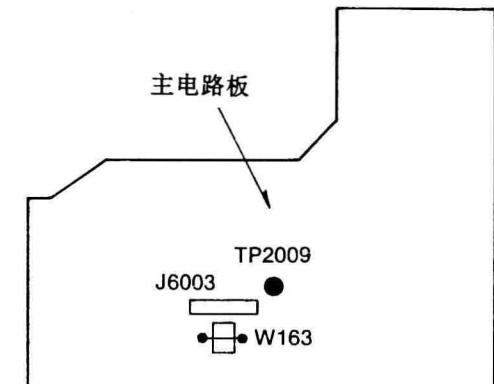

图57
- 步骤：①如图57所示，连接跨接线W163；
- ②同时按寻迹键(+)和(-)（寻迹值自动锁在中心）；
- ③调整完后，将跨接线W163拆除。